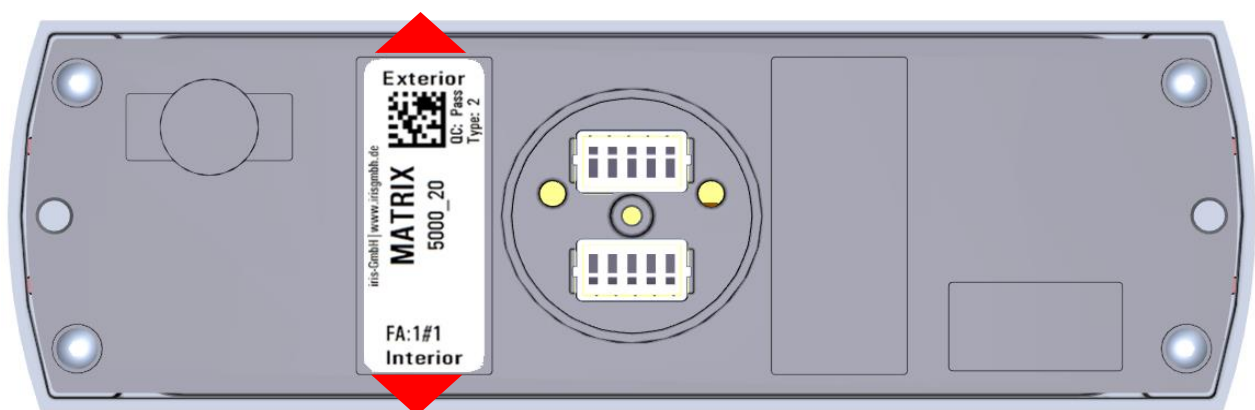

Рис. 5: Этикетка на обратной стороне датчика: соблюдайте ориентацию монтажа!
- Ориентация установленного датчика всегда должна соответствовать маркировке на обратной стороне корпуса, см. рис. 5:
Обеспечьте правильную ориентацию датчика относительно направления потока пассажиров, совершающих посадку и высадку (см. рис. 5 на стр. 14).